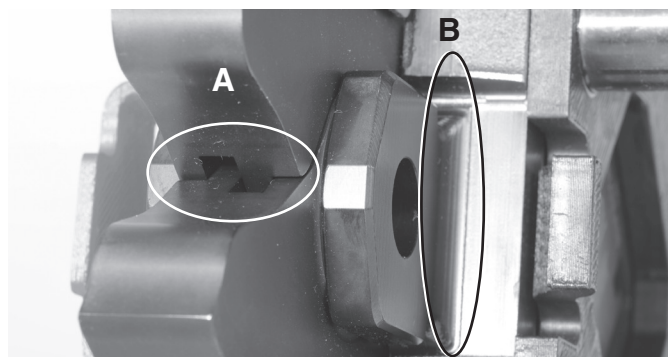

Bild 2B – Områden som behöver inspekteras beträffande skador på armar (A) eller monteringshål (B)
- Skada på monteringshålen eller armens svängområde (se bild 2B).